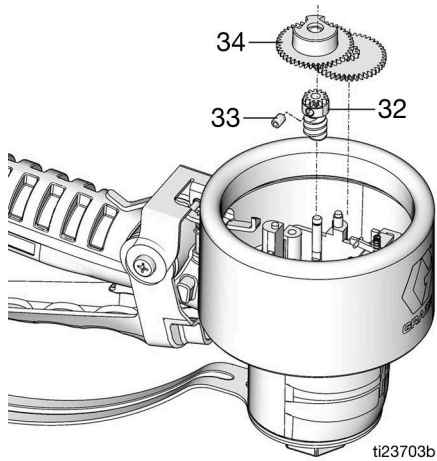

FIG. 29
5. Avec une clé hexagonale de 2 mm, déposer la vis sans tête des roues dentées (33). Déposer les roues dentées (32, 34) (FIG. 29).